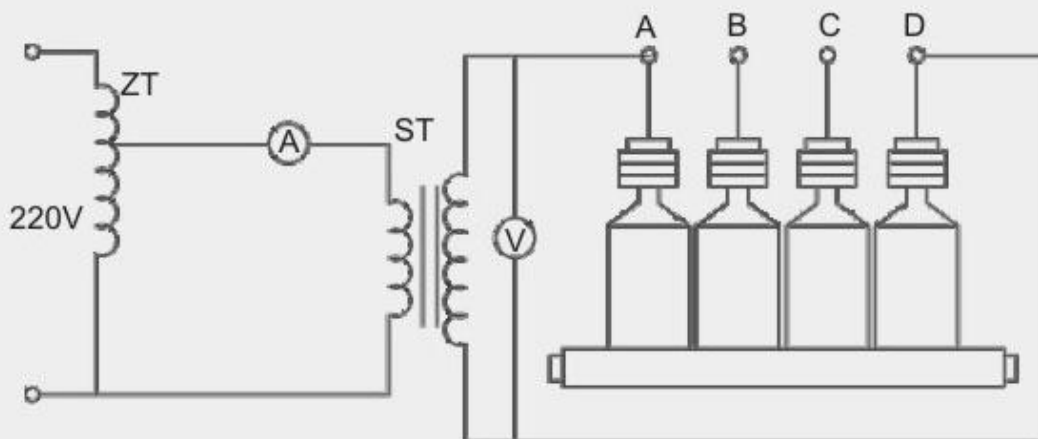

图5 工频放电试验接线图
3) 对于 KX-GDB2 系列串联间隙组合式过电压保护器，应进行工频放电电压试验，试验接线如图 5 所示。ST 为试验变压器，V 为高压电压表，A 为安培表